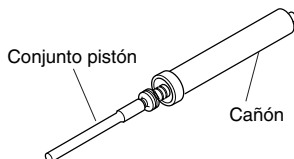

Figura 4 - Retiro del conjunto pistón del cañón
6. Aplicando una fuerza moderada hale el conjunto pistón retirándolo del cañón (vea la Figura 4).